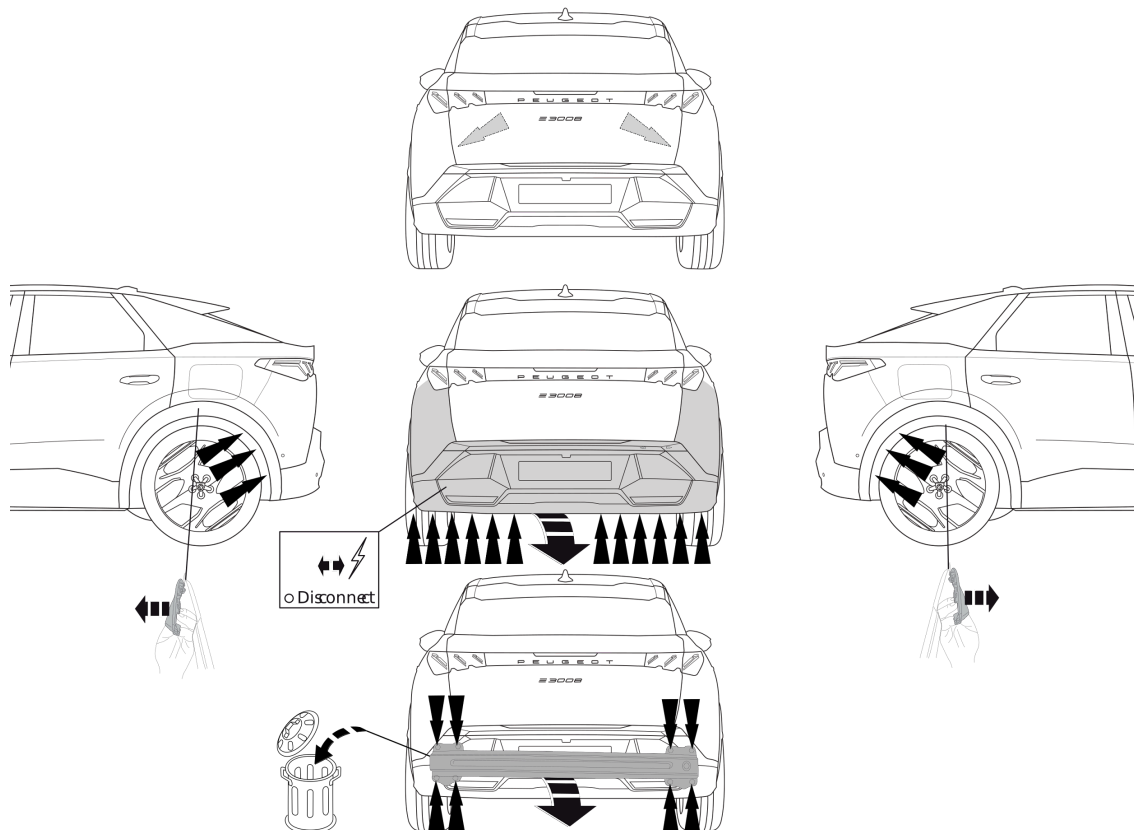

Fig. 1
1. Remove the bumper and the buffer beam from the vehicle. The buffer beam will no longer be needed. See figure 1.
1. Déposer le pare-chocs du véhicule y compris la traverse; la traverse ne sera plus utilisée. Voir la figure 1.
7. Boucher les parties indiquées (voir la fig.1).
1. Снять бампер вместе со буферным брусом автомобиля. Буферный брус больше не понадобится. См. рисунок 1.